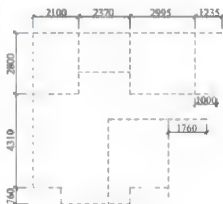

图 7-11
**步骤 8:** 使用修剪工具 $\text{---}$ 和删除工具 $\text{---}$ ，对偏移得到的直线段进行修剪并删除多余的直线段，效果如图 7-11 所示。